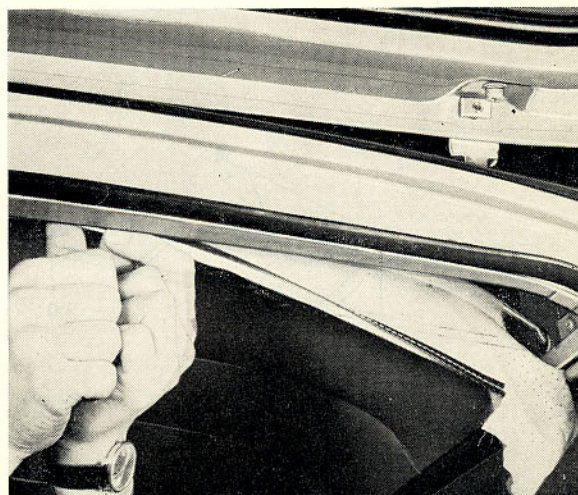
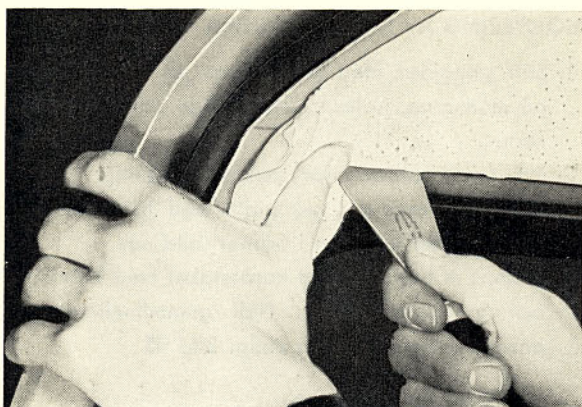

Bild 43. Bakre plastlisten omvikes och monteras
Bild 44. Takklädseln monteras i hörnen
2. Vik om plastlisten för takklädseln enligt bild 43 och tryck upp den på plats med hjälp av takspaden. Fäst klädseln i hörnet (bild 44).